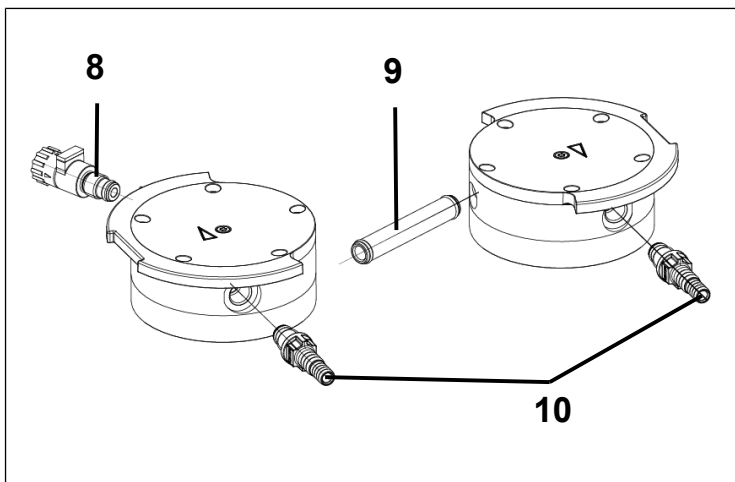

Fig.11: Remplacer les joints toriques
1. Dévissez les raccords de tuyau (Fig. 11/10) à l'aide de l'outil fourni et la vanne de lest de gaz (Fig. 11/8) du couvercle de tête (3).
2. Retirez le tuyau de raccordement (Fig. 11/9) du couvercle de tête (3).
1. Desserrez la vis (1) d'une seule tête de pompe.
2. Enlevez la plaque de pression (2) et le couvercle de tête (3) de la plaque intermédiaire (5).
3. Enlevez les anciennes plaques de soupapes/anciens joints (4) ab.
4. Nettoyez soigneusement la plaque intermédiaire (5) (s'il y a des dépôts).
5. Insérez les nouvelles plaques soupapes/joints (4) dans les sièges correspondants de la plaque intermédiaire (5).
7. Éliminez la membrane (6) et les plaques de soupapes/joints (4) remplacés comme il se doit.
8. Insérez le tuyau de raccordement (Fig. 11/9) dans le couvercle de tête (3).
9. Vissez le lest de gaz (Fig. 11/8) dans le couvercle de tête correspondant (3), de sorte que la surface soit orientée vers le haut.
1. Appuyez tout autour du bord de la membrane (6). Appuyer sur la membrane (6) uniquement sur une tête de pompe.
2. Placez la plaque intermédiaire (5) avec les plaques de soupapes/joints (4) sur le support en fonction du trait du marqueur.
3. Placez le couvercle de tête (3) sur la plaque intermédiaire (5) conformément à la goupille d'ajustage.
4. Placez la plaque de pression (2) sur le capuchon de tête en suivant le trait du marqueur.
6. Serrez la vis (1) au milieu de la plaque de pression (couple de serrage : 1 Nm).
8. Dévissez à la main les raccords de tuyau (Fig. 11/10) à l'aide de l'outil fourni.